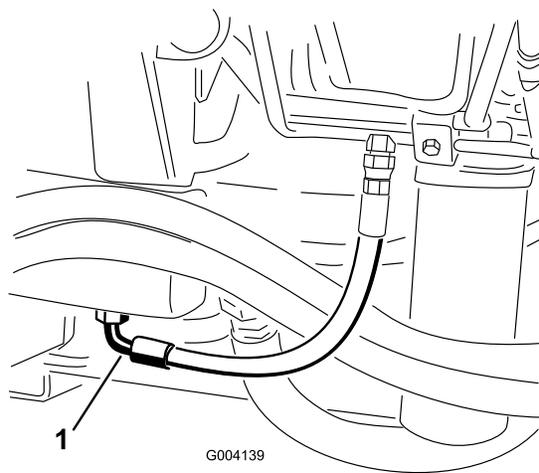

Рисунок 68
3. Установите большой сливной поддон под штуцер, расположенный в нижней части бака с гидравлической жидкостью (Рисунок 68).